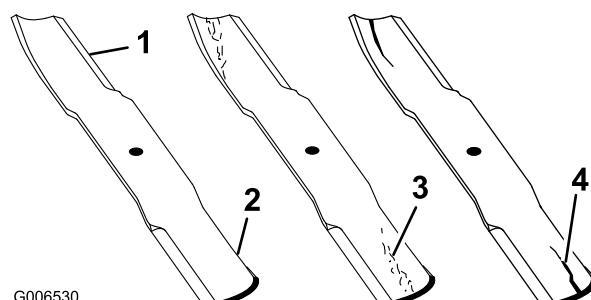

Figure 66
1. Examinez le tranchant des lames (Figure 66). Si les lames coupent mal ou présentent des indentations, déposez-les et aiguisez-les (voir Aiguisage des lames).
2. Inspectez les lames, surtout la partie relevée (Figure 66). Remplacez immédiatement toute lame endommagée, usée ou qui présente une entaille (Figure 66).